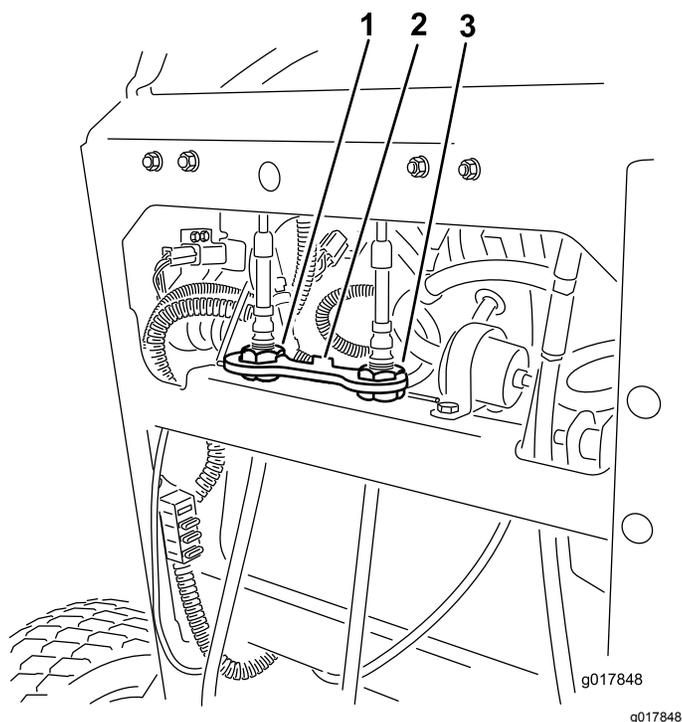

Рисунок 55
4. Поверните регулировочную гайку правого троса так, чтобы расположить правый рычаг управления движением в центре паза фиксации нейтрального положения на панели управления (Рисунок 55).